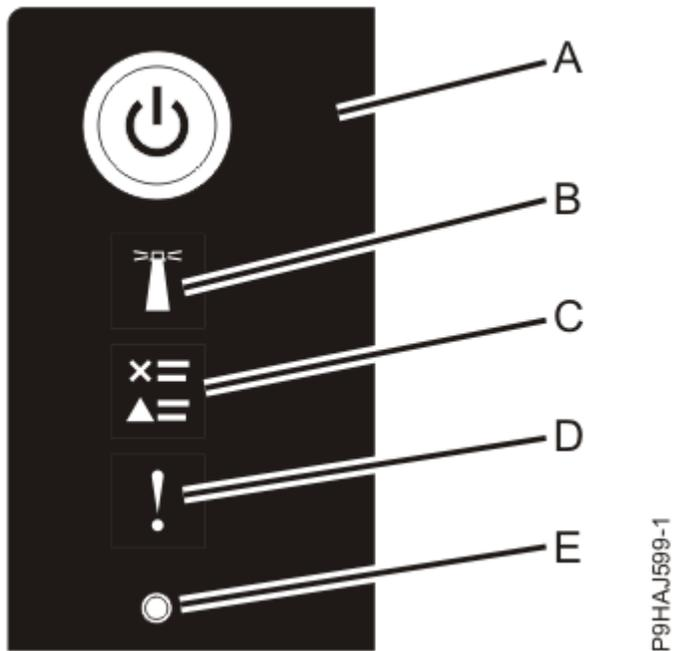

図 35. コントロール・パネルの LED
- 次の図に示す電源 LED (A) が明滅している。
3. 42 ページの図 35 に示すように、コントロール・パネル上の電源ボタン (A) を押します。